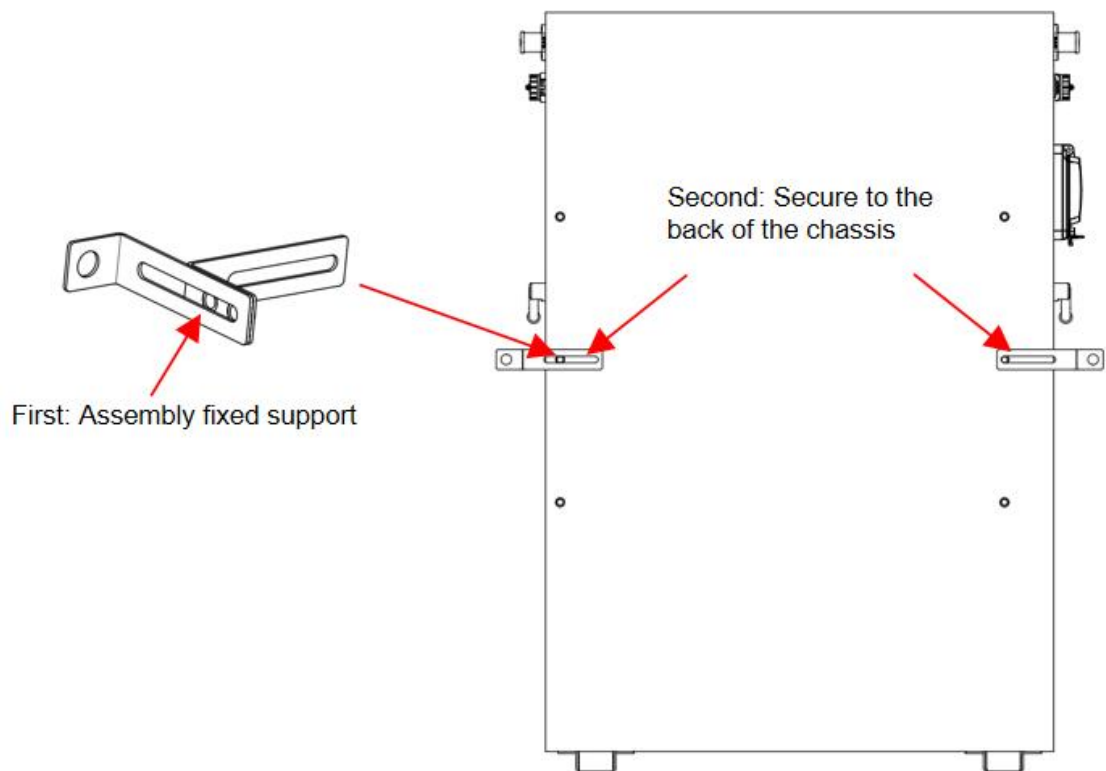

Abbildung 5-4
a) Mit den 4 Schrauben M6\*12 können Sie die linken und rechten Halteösen an der Batterierückseite befestigen. Der Abstand zwischen den beiden Halterungen liegt zwischen 563 und 589 mm und kann um etwa 26 mm verschoben werden wie in Abbildung 5-4 dargestellt.